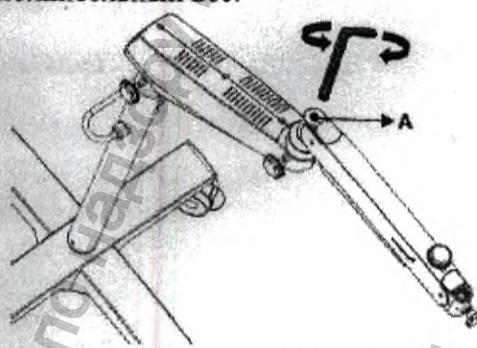

Рис. 32
1. Возьмите ключ 8 мм и вставьте в болт (A), смотрите рисунок 32. Вращайте по ходу часовой стрелки для увеличения натяжения. Вращайте против хода часовой стрелки для уменьшения натяжения по своему желанию.